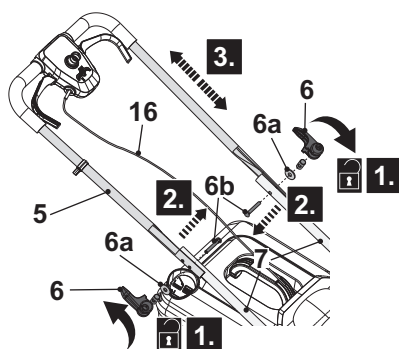

Fig 11
1. Sujete el manillar superior (5) con una mano.
2. Suelte las palancas de sujeción (6) en sentido contrario a las agujas del reloj (Fig. 11, paso 1) en ambos lados del manillar superior (5), y a continuación retire la palanca de sujeción (6), la arandela (6a) y el tornillo de fijación (6b) (Fig. 11, paso 2).
3. Elija y alinee el otro agujero de montaje del manillar superior (5) con el agujero de montaje del manillar inferior (7) (Fig. 11, paso 3).
**NOTA:** Asegúrese de que el manillar superior (5) esté montado a la misma altura en ambos lados manillares inferiores (7).
5. Coloque la arandela (6a) y enrosque la palanca de sujeción (6) en el sentido de las agujas del reloj, bloquéela doblando la palanca de sujeción (6) hacia el manillar. Si la palanca de sujeción (6) no se puede doblar, aflójela y vuelva a doblarla. Si está demasiado floja, apriétela girando la palanca de sujeción (6).
6. Vuelva a hacerlo en el otro lado. Asegúrese de que el cordón de interconexión (16) pase por el lado superior de los manillares (5, 7).